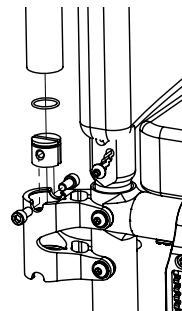

ABB. 19a
- Setzen Sie die Bolzenschrauben (1) wieder ein und ziehen Sie diese wieder fest.
- Ziehen Sie die Armlehne aus der Armlehnenaufnahme (1) (ABB. 19a).